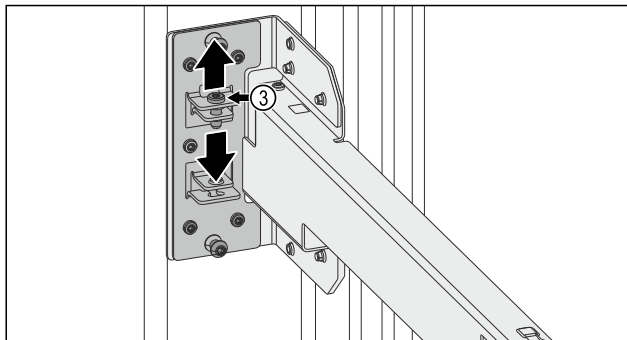

Fig. 14
- ▶ Ослабте гвинт Fig. 14 (3).
- ▶ Затягніть гвинт Fig. 14 (3).